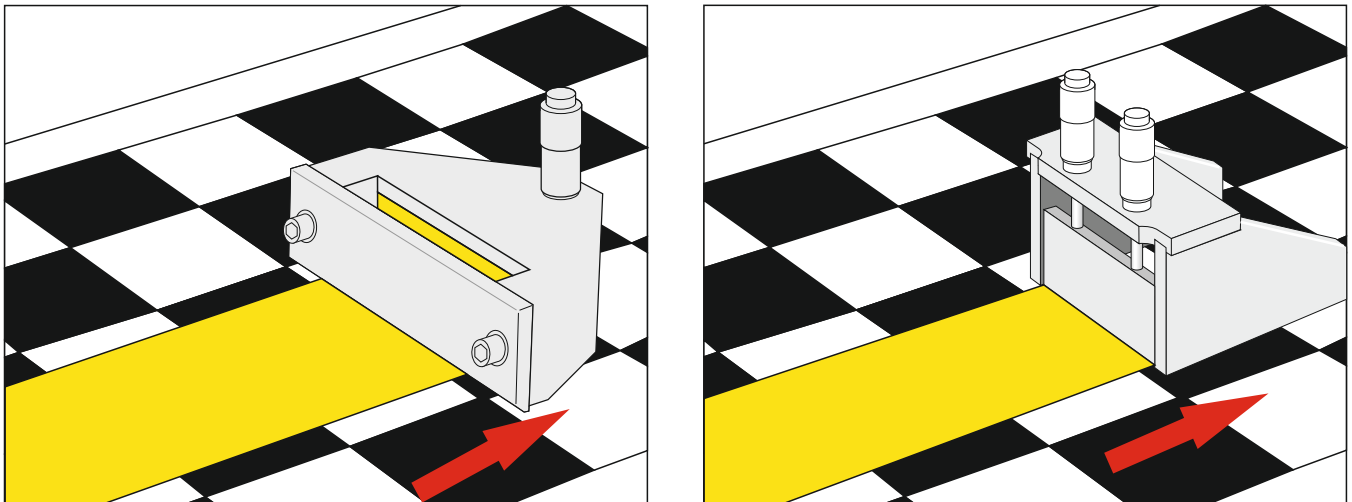

Bild 4
- Die Aufziehrakel sollte so platziert werden, dass sie in die Aufziehrichtung zeigt (Bild 4).